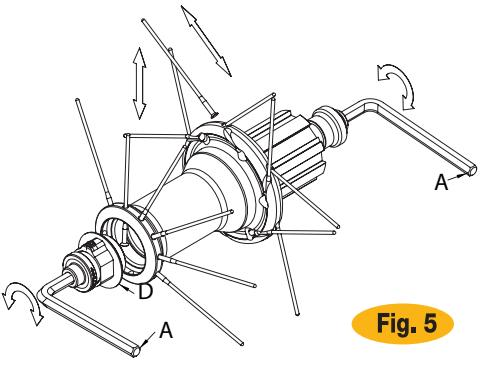

Fig. 5
- Introduzcan dos llaves Allen (A) en las tuercas de tope en los extremos de los bujes y gírelas en sentido **horario**.
- Después de haber extraído la parte móvil, extraigan el radio a sustituir e introduzcan el radio nuevo, (Fig.5), y bloqueen firmemente la tuerca de tope móvil con un par de 15 Nm.